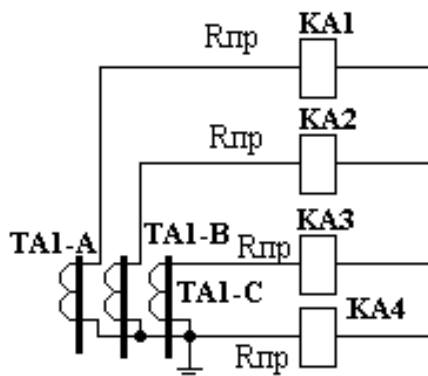

Рис. 5
2. Определить расчётную величину сопротивления внешней нагрузки трансформаторов тока при протекании тока трёхфазного КЗ. Схема соединения трансформаторов тока и реле приведена на рис. 5. Сопротивление провода от трансформаторов тока до релейной панели $R_{пр} = 0,5 \text{ Ом}$. Сопротивление всех контактов $R_{конт} = 0,1 \text{ Ом}$. Реле КА1, КА2, КА3 типа РТ-40/50 – уставка на реле $I_{ср} = 30 \text{ А}$; реле КА4 - тип РТ-40/20, уставка на реле $I_{ср} = 8 \text{ А}$.